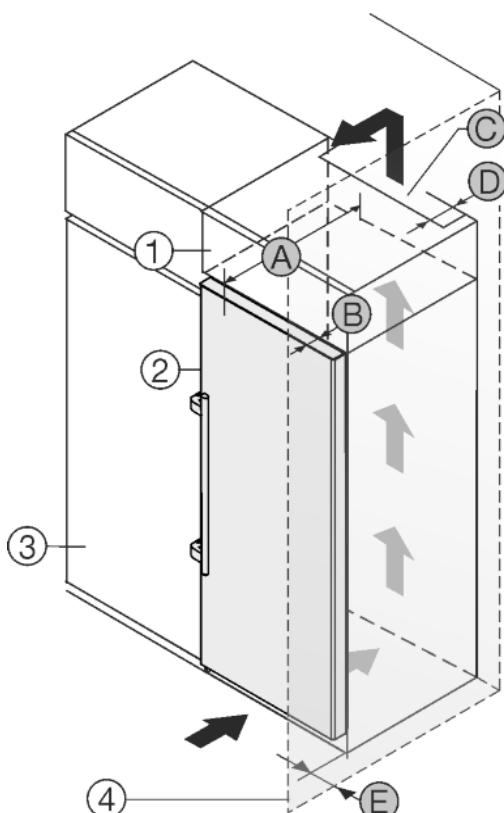

Fig. 23
Přístroj lze zabudovat do kuchyňských skříní. K vyrovnaní přístroje Fig. 23 (2) na výšku kuchyňské linky lze na přístroj nasadit nástavec Fig. 23 (1).
Přístroj lze instalovat přímo vedle kuchyňské skřínky Fig. 23 (3). Aby bylo možné dvířka plně otevřít, musí přístroj přesahovat o hloubku Fig. 23 (B) vůči přední linii kuchyňské skřínky. V závislosti na hloubce kuchyňských linek a použití vymezovačů odstupu od stěny může přístroj vyčnívat dále.
- Na zadní straně nástavné skřínky musí být větrací šachta hluboká Fig. 23 (D) přes celou šířku nástavné skřínky.
- Pod stropem místnosti musí být dodržen ventilační průřez Fig. 23 (C).
Pokud je přístroj se závěsy instalován vedle stěny Fig. 23 (4), musí být dodržena vzdálenost Fig. 23 (E) mezi přístrojem a stěnou. To odpovídá přesahu madla při otevřených dveřích.